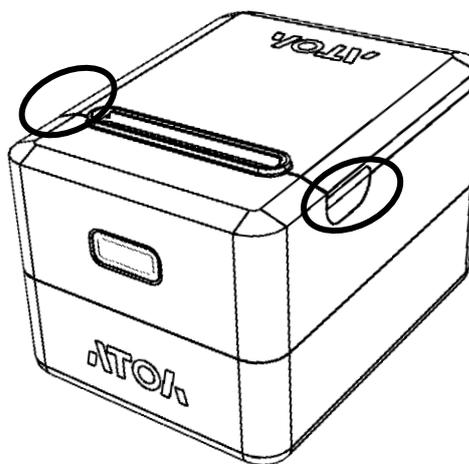

Рисунок 3. Открытие крышки ККТ (места приложения усилий)
- 1 Надавить на боковые части крышки (рисунок 3).